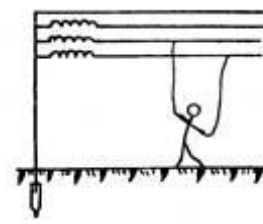

图 2-2 两相触电
2、中性点不接地 如图 2-2 (b) 所示，在电网中性点不接地系统中，当人体接触任一相导线时，接触相经人体流入地中的电流只能经另两相对地的电容阻抗构成闭合回路。在低压系统中，由于各相对地电容较小，相对地的绝缘电阻较大，故通过人体的电流会很小，对人体不致于造成触电伤害；若各相对地的绝缘不良，则人体触电的危险性会很大。在高压系统中，各相对地均有较大的电容。这样一来，流经人体的电容电流较大，造成对人体的危害也较大。
如图 2-2 所示，如果人体的不同部位同时分别接触一个电源的两根不同电位的裸露导线，电线上的电流就会通过人体从一根电流导线到另一根电线形成回路，使人触电，这种触电方式通常称被为两线触电，也称为两相触电。此时，人体处于线电压的作用下，所以，两相触电比单线触电危险性更大。